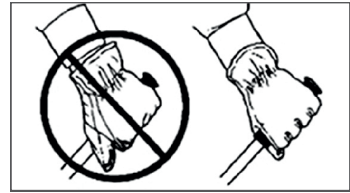

Рисунок 8.
3. Крепко возьмитесь за рукоятки мотобура правой и левой руками (Рис. 8).